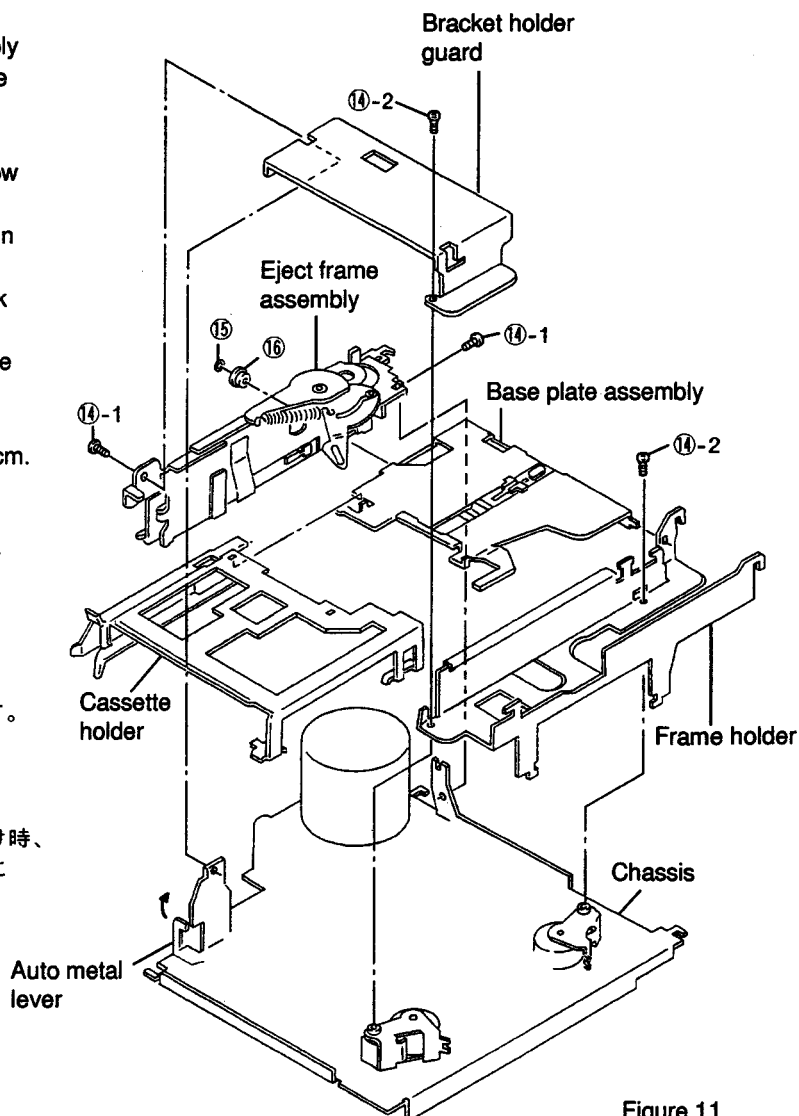
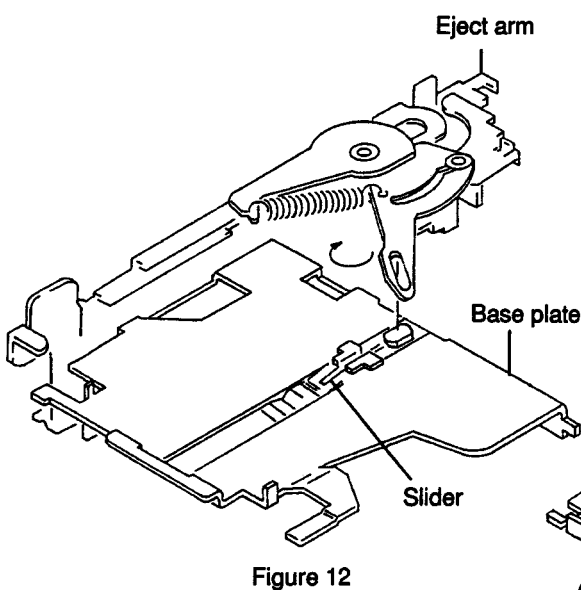

Figure 11
Figure 12
- (1) Remove four screws ⑭ and remove the eject frame assembly and the frame holder as shown in Figure 11.
- (2) Remove M1.2 lock washer ⑮ and plate base roller ⑯ and remove the cassette holder and the base plate assembly as shown in Figure 11.
- (3) Remount them following the removal steps in the reverse order.
(Refer to Figure 12)
- ② When mounting the eject frame assembly, push the auto metal lever in the direction indicated by the arrow in the Figure 11.
- ③ When mounting the base plate assembly and the eject frame assembly, or when mounting the eject frame assembly to the chassis, do not apply excessive force to avoid deformations of the eject arm and the frame.
- ④ Do not reuse the used washers. Take care to avoid damage by piercing and tearing.
- ⑤ Fasten the two screws ⑭-1 with a fastening torque of 6kg.cm. and the two screws ⑭-2 with a fastening torque of 1.5kg.cm.
- (1) 4本のネジ⑭を外し、イジェクトフレーム組立及びフレームホルダーを外します。(図11参照)
- (2) ロックワッシャー⑮ (M1.2) とプレートベースローラー⑯を外し、カセットホルダーとベースプレート組立を外します。(図11参照)
- (3) 分解方法と逆の手順で取り付けます。
- [注意] ① カセットホルダーとベースプレート組立を組み立てる際、スライダーのシャフトをイジェクトアームに挿入し、図の様に矢印方向に回しながら取り付けます。この時カセットホルダーとベースプレートはカセットインの状態で行うこと。(図12参照)
- ② イジェクトフレーム組立をシャーシーに取り付ける際、オートメタルレバーを図の様に矢印方向に押して下さい。(図11参照)
- ③ ベースプレート組立とイジェクトフレーム組立を取り付ける際、又、シャーシーとイジェクトフレーム組立を取り付ける際は、必要以上の力を加えないで下さい。(イジェクトアーム、フレームの変形防止の為)
- ④ 一度使用したワッシャーは、使用しないこと。又、口開き、めくれのないこと。
- ⑤ ネジ⑭-1は6kgcm、⑭-2は1.5kgcmのトルクで締め付けること。